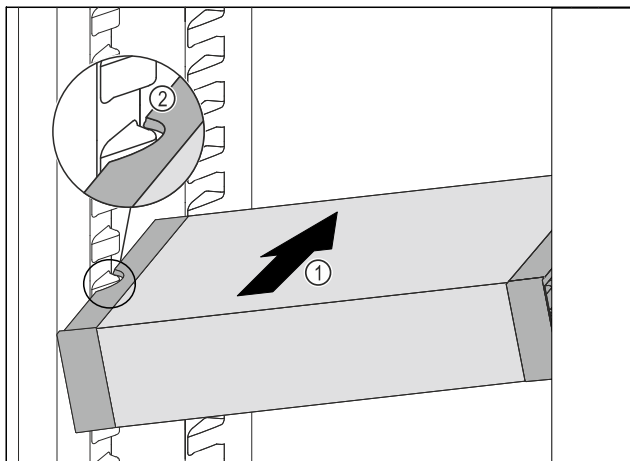

Fig. 122
- ▶ Вкарайте VarioSafe под ъгъл в хладилната част Fig. 122 (1), докато страничните прорези Fig. 122 (2) на VarioSafe се намират на височината на ребро на съда в хладилната част.